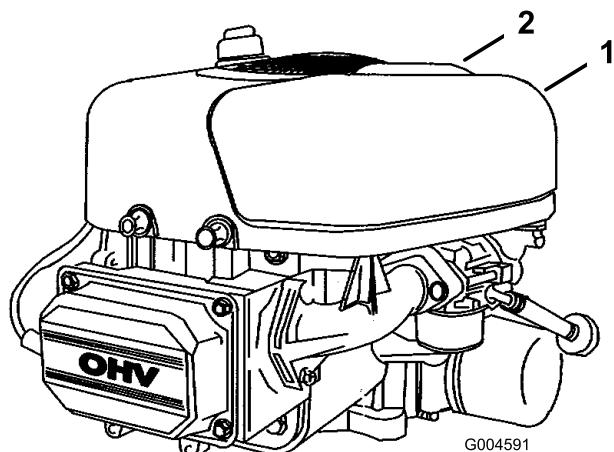

Figura 23
4. Alzate il manico del coperchio del filtro dell'aria e giratelo verso il motore (Figura 23) e togliete il coperchio del filtro dell'aria.